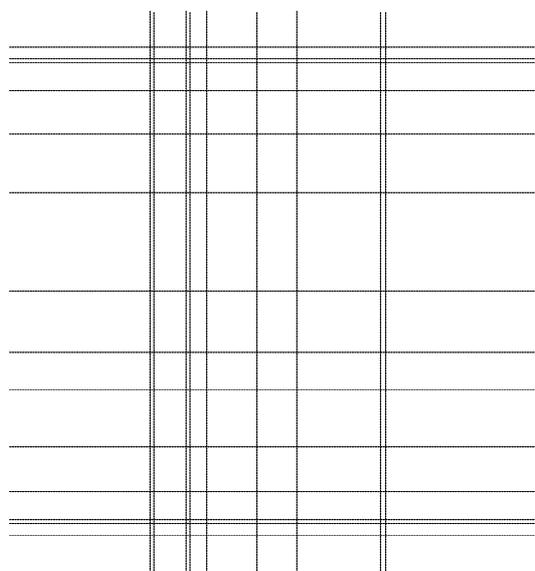

Abbildung 4.8: Hilfsgeometrie der Vorderansicht
8. Zu der unteren Körperkante der Seitenansicht rechts zeichnet man nach oben eine parallele Hilfsgeometrie im Abstand: 3.25; 30; 70 und 96.75. Das Ergebnis ist die Hilfsgeometrie von Abbildung 4.8.